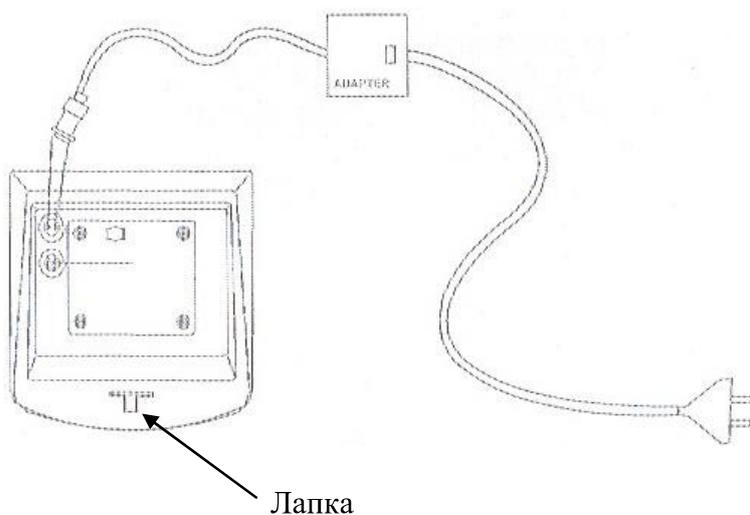

Рисунок 5.1 – Расположение фиксирующей лапки
- Откройте заднюю крышку весов, нажав на фиксирующую лапку вниз (см. рисунок 5.1).